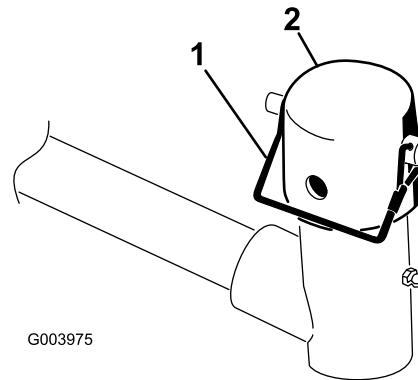

**Figura 5**
**Nota:** Coloque la cabeza del perno en el exterior de la pestaña, según se muestra en Figura 5.
- D. Monte el soporte de la varilla en las pestañas de la unidad de corte con los pernos de cuello cuadrado y las tuercas (Figura 5).